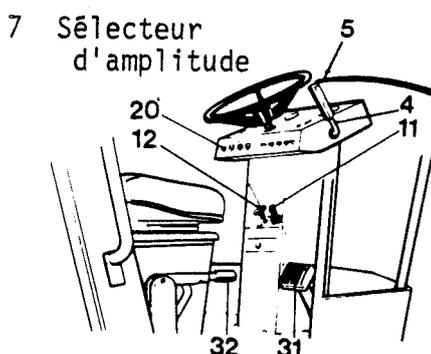

Fig 11 Poste de conduite
(Voir fig. 11) Normalement, le freinage s'effectue avec le levier de marche avant/arrière (4). La transmission hydrostatique freine le rouleau quand la commande est mise au neutre.
(Voir fig. 11) Pour un freinage rapide (dans les cas d'urgence), le rouleau est équipé d'un frein à pied (31) qui agit sur les freins à tambour des roues arrière.
(Voir fig. 11)